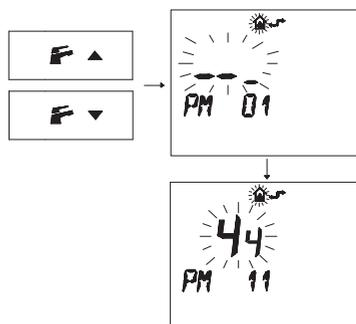

Figura 5.43
- Premere i pulsanti **F**▲ o **F**▼ per visualizzare la programmazione "PM11" della postcircolazione pompa (Figura 5.43).